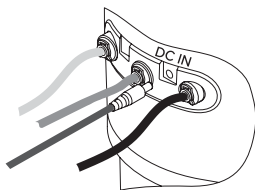

Рис. 11
- Вставьте вилку блока питания в розетку, а штекер, идущий от блока питания, – в разъем на корпусе DWM Pro (рис. 11).